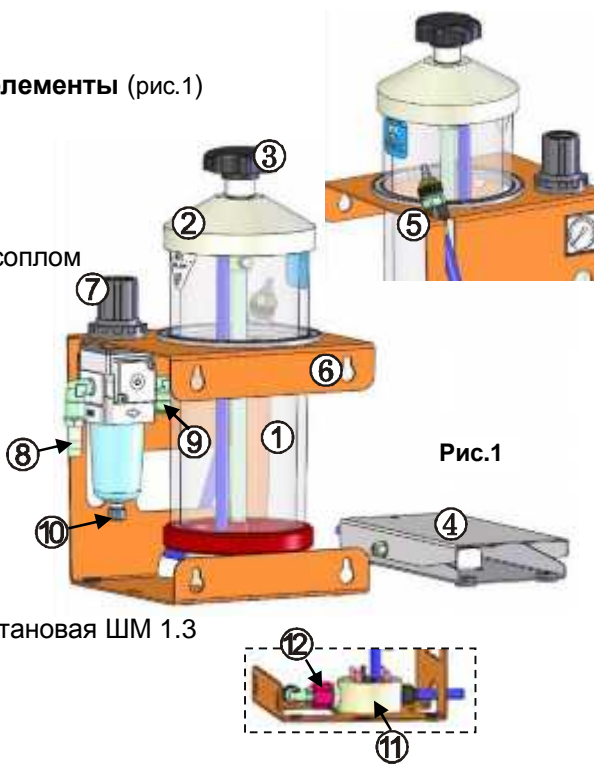

Рис.1
4.1 Основные конструктивные элементы (рис.1)